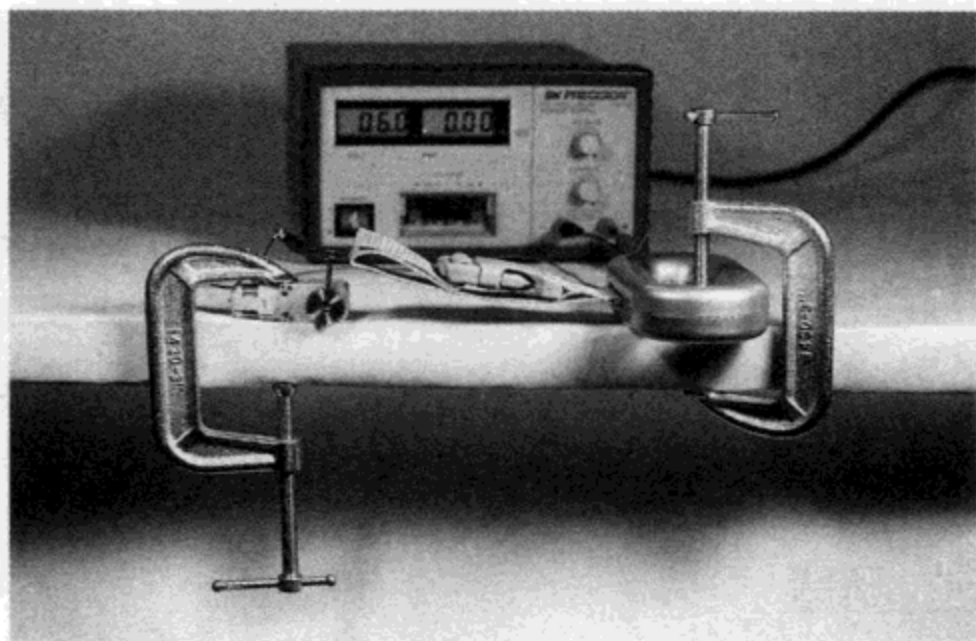

图4.14 转矩的测量
- (1) 将螺钉和轴环或齿轮装在电机轴上。
- (2) 用 C 型夹将电机固定在桌缘上 (图 4.14)。
- (3) 如果有必要, 用环氧灰泥与小吊钩连接螺钉。